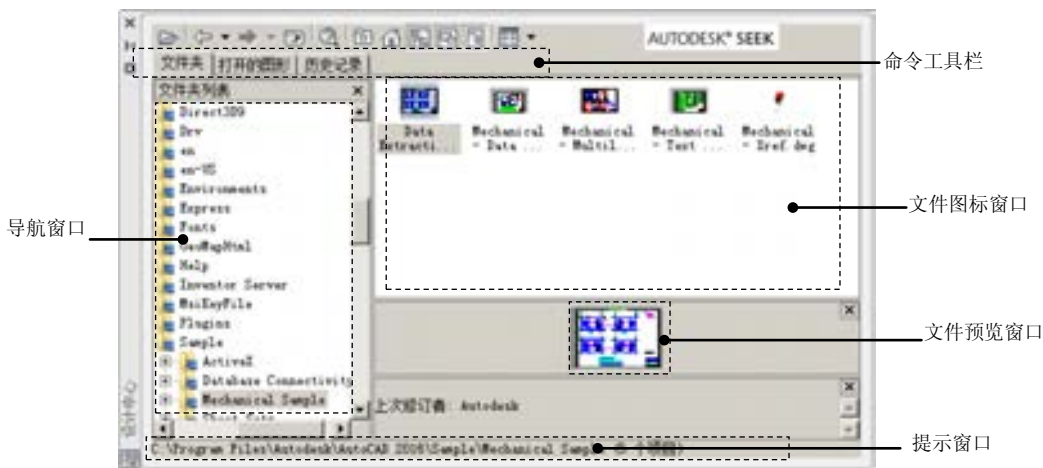

图 14.1.1 “设计中心”窗口
选择下拉菜单 **工具(T)** → **选项板(O)** → **设计中心(D)** 命令（或者在命令行中输入命令 ADCENTER 后按 Enter 键），系统弹出图 14.1.1 所示的“设计中心”窗口。该窗口由左侧的导航窗口（即图中文件夹列表窗口）、树状视图和右侧的文件图标窗口及上部的命令工具栏组成。导航窗口的树状视图显示当前资源内容的层次表，文件图标窗口显示在树状视图中所选的源对象中的项目。选择不同的选项卡，右侧的文件图标窗口包括的内容也不同，如当选择默认的 **文件夹** 选项卡时，文件图标窗口包括文件图标窗口、文件预览窗口和说明窗口。
- **文件夹** 选项卡：用于显示本地计算机或网上邻居中文件和文件夹的层次结构及资源信息，如图 14.1.1 所示。